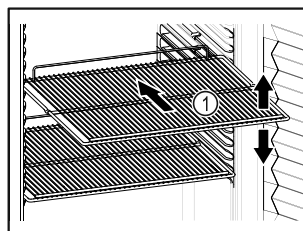

Fig. 50 Példaként szolgáló ábrázolás
- Ha a tároló rácsok Fig. 50 (1) áthelyezhetők, akkor igazítsa be őket a kívánt magasságnak megfelelően.